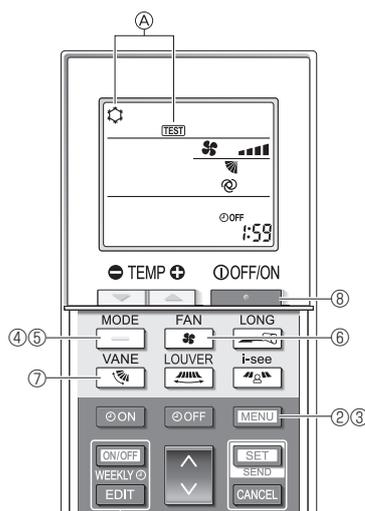

Fig. 7-5
- ① Mettez l'appareil sous tension au moins 12 heures avant l'essai de fonctionnement.
- ② Appuyez sur la touche **MENU** pendant 5 secondes. (Fig. 7-5) (Effectuez cette opération lorsque l'affichage de la télécommande est éteint.)
- ③ Appuyez sur la touche **MENU**. La mention **TEST** et le mode de fonctionnement en cours sont affichés. (Fig. 7-5)
- ④ Appuyez sur la touche **—** pour activer le mode refroidissement, puis vérifiez que de l'air froid est soufflé par l'appareil.
- ⑤ Appuyez sur la touche **—** pour activer le mode chauffage, puis vérifiez que de l'air chaud est soufflé par l'appareil.
- ⑥ Appuyez sur la touche **—** et vérifiez que la vitesse du ventilateur change.
- ⑦ Appuyez sur la touche **—** et vérifiez que l'ailette automatique fonctionne correctement.
- ⑧ Appuyez sur la touche **—** pour terminer l'essai de fonctionnement. (Après deux heures, un signal sera émis pour arrêter l'essai de fonctionnement.)